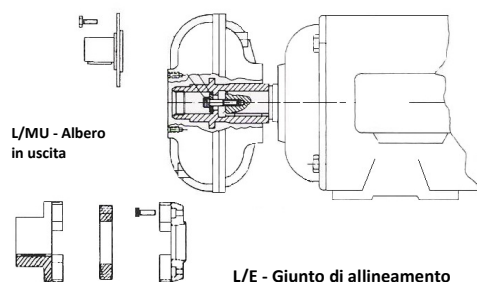

Fig. 2
- Bloccare il giunto idrodinamico in battuta sull'albero con i particolari B e C (fig. 2)